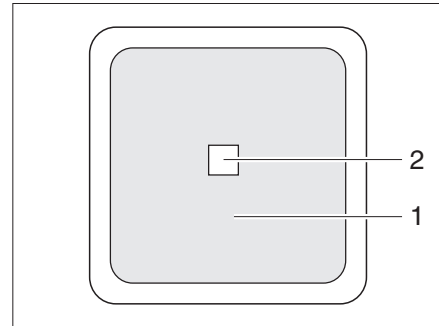

Bild 261 Externer Schalter
- II "Remo." = Gerät kann am externen Schalter (Bild 261,1) ein- und ausgeschaltet werden.
Der externe Schalter für den Wechselrichter (Bild 261) befindet sich im Innenraum des Fahrzeugs oder in der Garage. Der Schalter ist mit der Beschriftung "Wechselrichter" gekennzeichnet. Die LED (Bild 261,2) zeigt den Betriebszustand des Wechselrichters an.